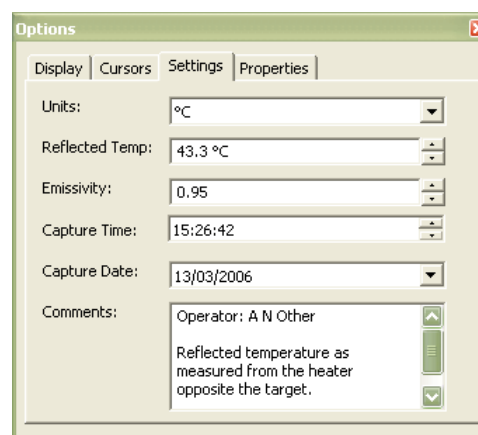

Bild 18 Einstellungs Reiter
6)  Bereich – Auswahl eines Bildausschnittes. Hiermit können Sie einen rechteckigen Ausschnitt im Bild aktivieren. Die Maximal-, - Minimal und Mittelwert-Temperatur für diesen Bereich werden in der Messpunkt-Liste angegeben. Die Position dieses Ausschnittes kann mittels „Zoom-Funktion“ (Bild 18) verändert werden.